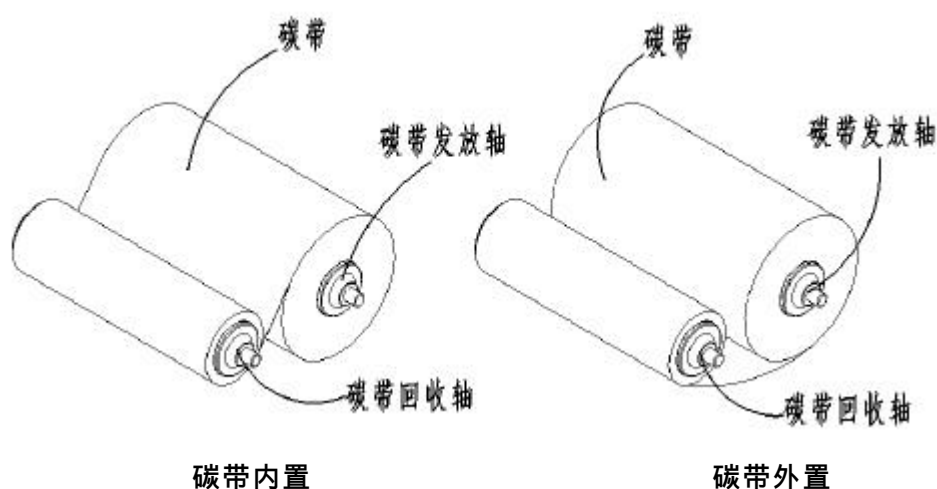

图5.6-1
- 1) 将碳带缠绕在碳带发放轴与碳带回收轴上(见图5.6-1);